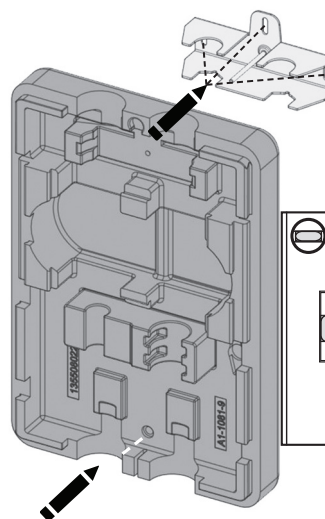

Рис. 5
5. Настенный крепеж (6) и заднюю часть изоляции (7) удерживать вертикально на стене, чтобы использовать в качестве шаблона для сверления отверстий (рис. 5).
6. Наметить отверстия, просверлить и вставить прилагаемые дюбели (рис. 5).